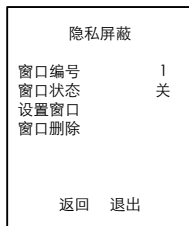

图3-11 隐私屏蔽设置界面
3. 调用“95”号预置点,进入“主菜单→系统设置→隐私屏蔽”,进入隐私屏蔽设置界面,如图 3-11 所示。